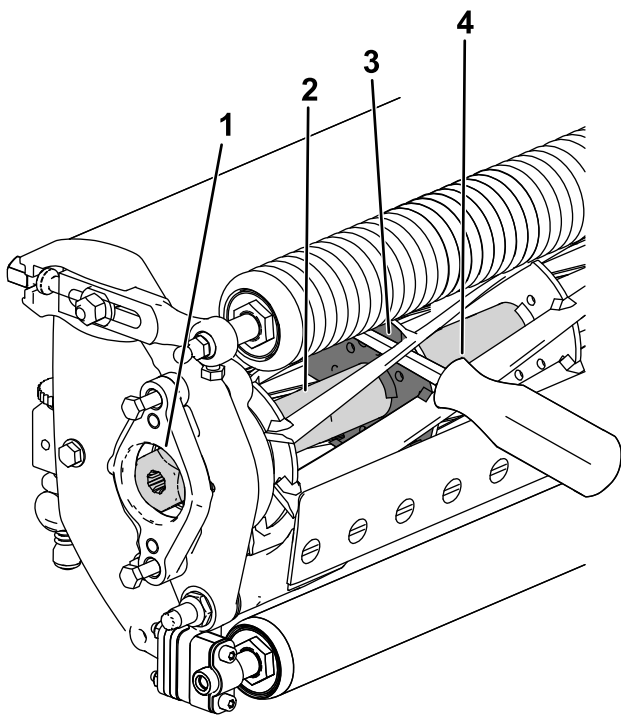

Figura 34
2. Inserite un piede di porco con manico lungo ($\frac{3}{8}$ " x 12") raccomandato, con manico a cacciavite) attraverso la parte inferiore del cilindro di taglio, più vicino al lato dell'apparato di taglio da serrare (Figura 34).
3. Posizionate il piede di porco contro il lato di saldatura della piastra di supporto del cilindro (Figura 34).